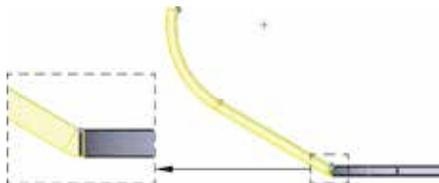

图 5.36 材料在外
-  (材料在外) 单选项：用于表示钣金的内侧面与附着边重合，如图 5.36 所示。